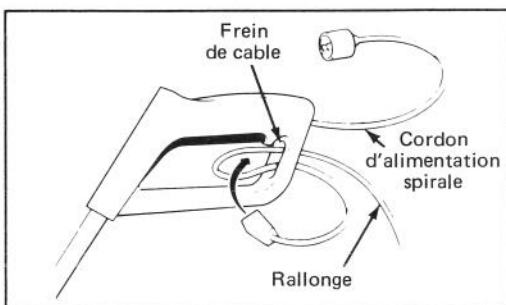

Figure 7
Voir les figures 7 et 8 pour les connections appropriées.
1. Fixer le cordon de raccordement et un rallonge appropriées dans le système de blocage comme illustré aux figures 7 et 8.